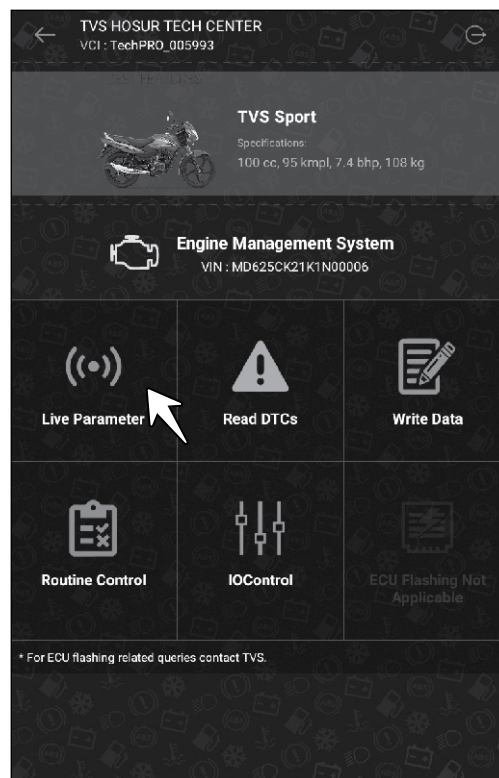

Fig. 7.12
- Os seguintes ícones aparecem na tela assim que o emparelhamento for concluído. (Fig. 7.12)